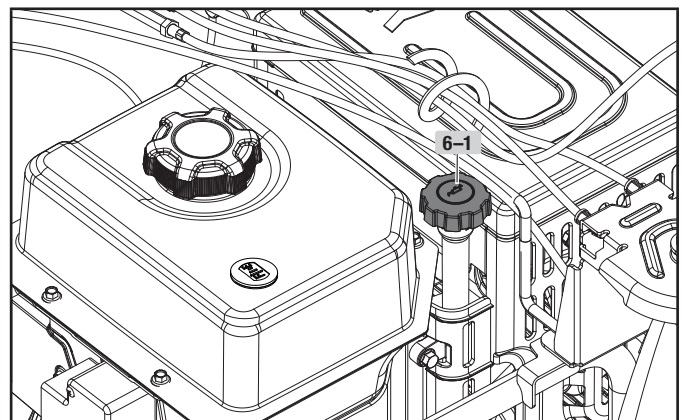

Figure 6A
2. Retirez la jauge de niveau d'huile (6-1) et essuyez-la. (figure 6A)